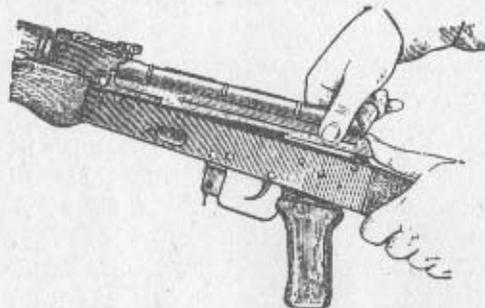

Bild 26 Abnehmen des Gehäusedeckels
6. Den Gehäusedeckel abnehmen (Bild 26). Dazu den Kolbenhals oder die Aufnahme der Schulterstütze mit der linken Hand umfassen, mit dem Daumen die Deckelsperre nach innen drücken und mit der rechten Hand den hinteren Teil des Gehäusedeckels anheben. Danach den Gehäusedeckel nach hinten abnehmen.